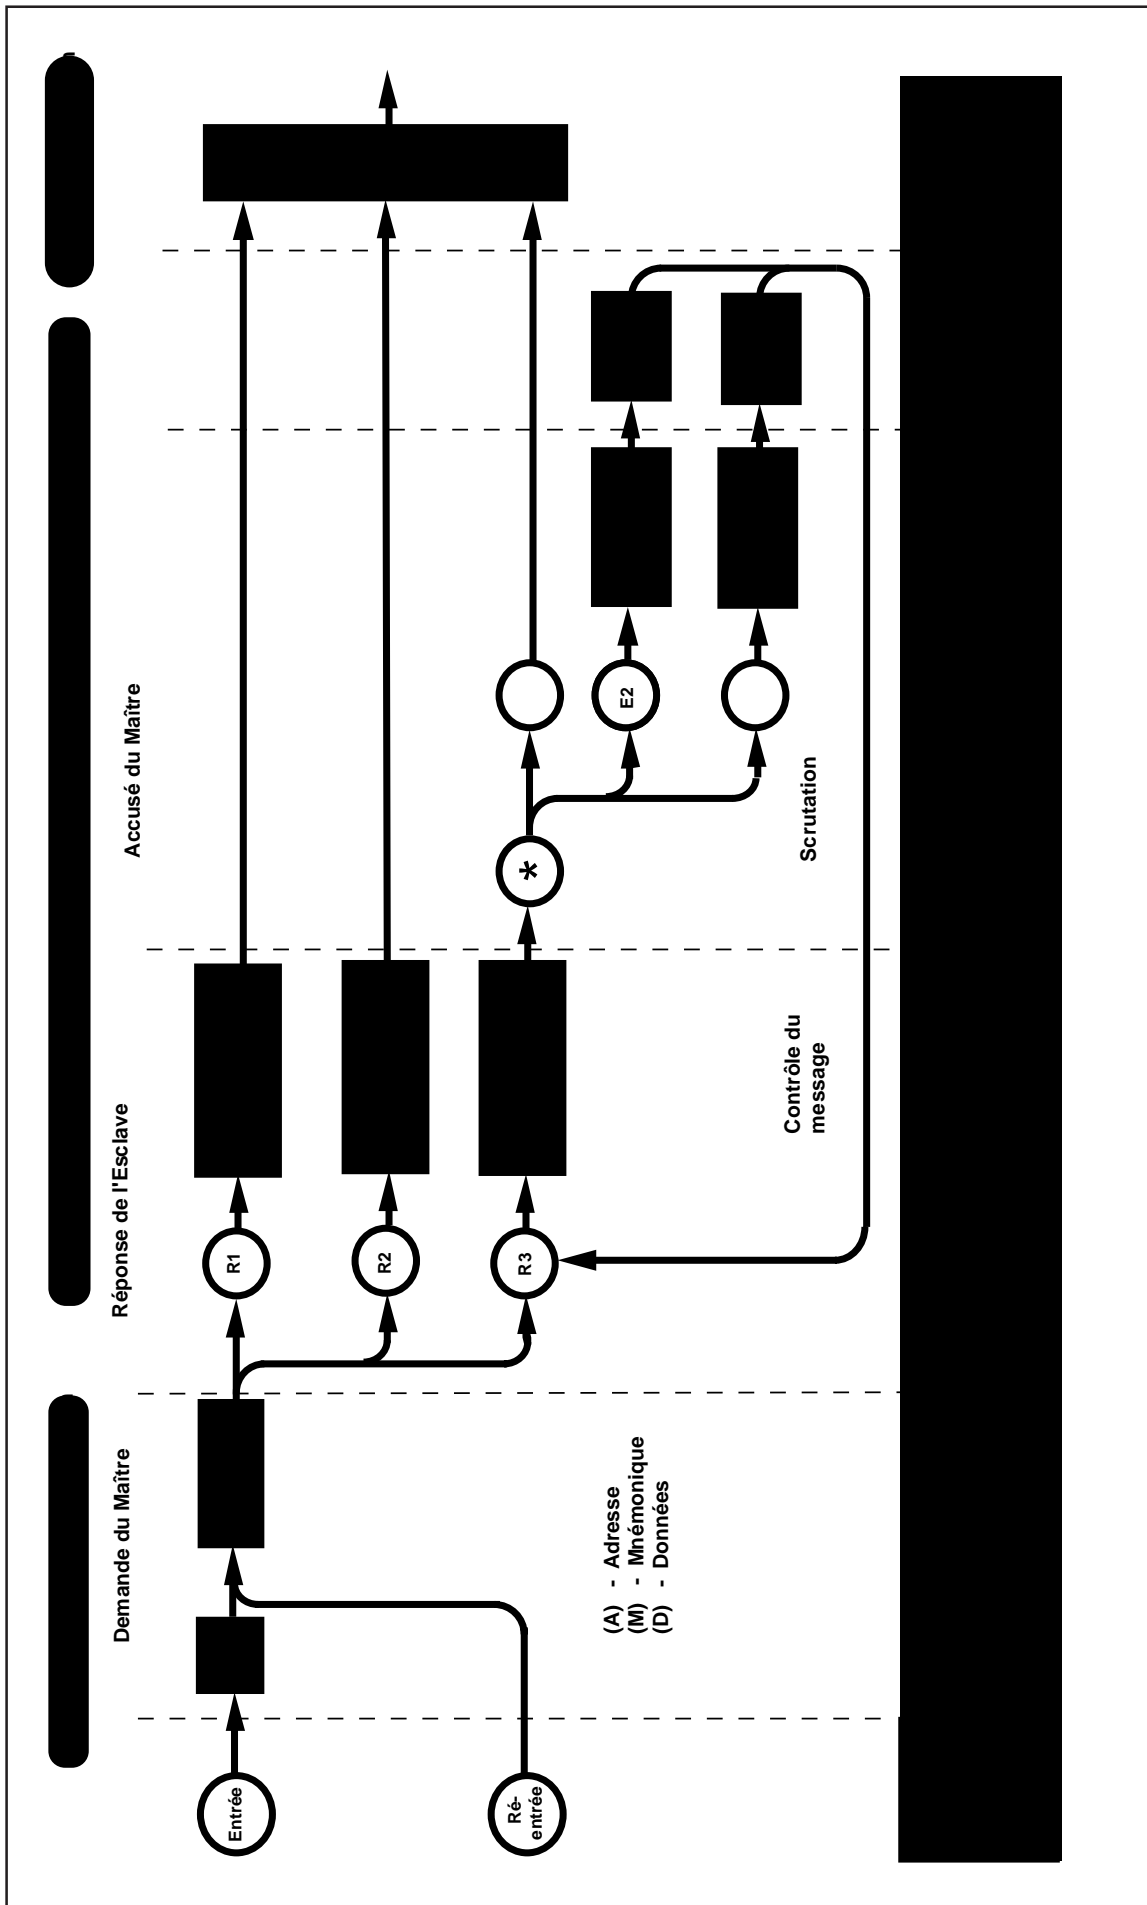

Figure 2-1 Procédure de lecture d'une information
La procédure de la lecture d'une information est présentée sur la figure 2-1.
Au départ, le Superviseur se trouve en position de l'émetteur (voir figure 2-1) et envoie un message de **8** caractères, qui identifie :
Après que le Superviseur ait transmis le caractère **ENQ**, le protocole décrit la procédure de transfert du message, qui se décompose en trois phases (voir figure 2-1) :
Après la procédure d'établissement de la liaison, la **réponse** du Gradateur peut prendre trois formes différentes (marquées de **R1** à **R3** sur la figure 2-1) :
Dans ce cas, le Gradateur envoie un caractère **EOT** pour terminer la liaison (voir figure 2-1). Le Superviseur revient à l'état d'émission et peut alors recommencer une séquence de lecture ou sélectionner un autre Gradateur.
Au point marqué d'une **astérisque** (*) sur la figure 2-1, le Superviseur va ignorer tous les caractères transmis sur le bus. Le Gradateur reste à ce point tant qu'il n'a pas reçu du Superviseur une des trois émissions suivantes (marquées sur la figure 2-1 par **E1** à **E3**) :
Après la procédure de transfert du message, l'interface du Gradateur peut terminer la séquence directement et interrompre la liaison numérique (voir figure 2-1).
- le Gradateur ne répond pas à la lecture (**R1** sur la figure 2-1),
- le Gradateur répond par un **EOT** (fin de transmission, réponse **R2** sur la figure 2-1) durant la phase de transfert du message.
L'interface peut terminer la séquence elle-même par **EOT** (émission **E1** sur la figure 2-1).